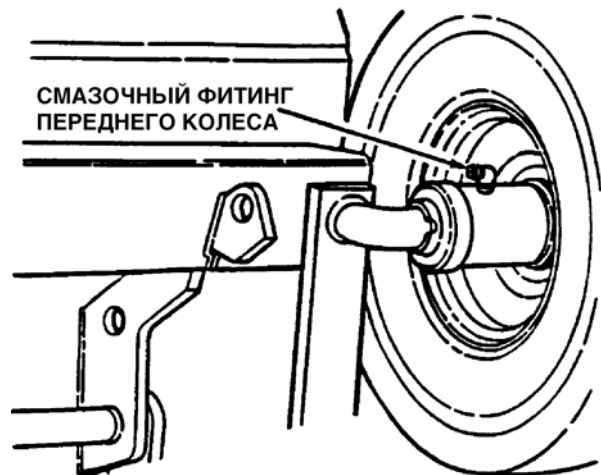

Рис. 3.7
1. Смажьте подшипники передних колес, нагнетая смазку из шприца в смазочный фитинг пять раз. См. рис. 3.7.